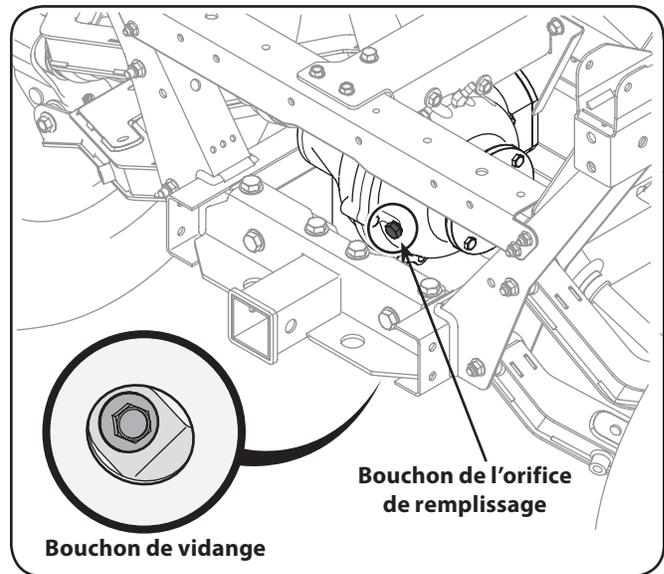

Figure 5-6
4. Repérez le bouchon de l'orifice de remplissage. Voir Figure 5-6. Retirez le bouchon. L'huile devrait s'écouler. Si l'huile ne coule pas, ajoutez progressivement de l'huile par l'orifice de remplissage jusqu'à ce qu'elle s'écoule de l'orifice.
1. Repérez (par la découpe dans la plaque de protection) le bouchon de vidange situé sous la face avant du différentiel. Retirez le bouchon de vidange. Voir Figure 5-6.